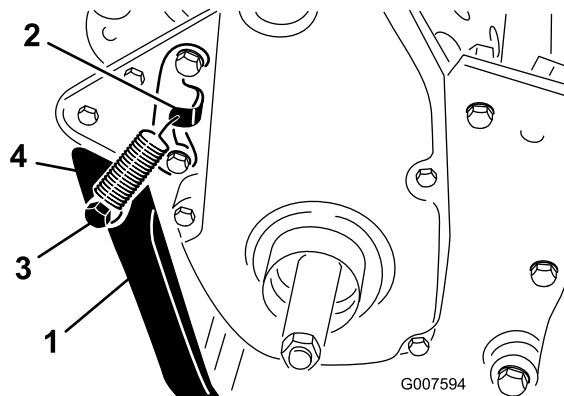

Рисунок 6
2. Зацепите пружину за отверстие в кронштейне пружины и за пружинодержатель, совместив откидную подставку с монтажными отверстиями в задней части рамы (Рисунок 6).
3. Прикрепите откидную подставку к обеим сторонам рамы с помощью болта, проставки, плоской шайбы и контргайки (Рисунок 6).